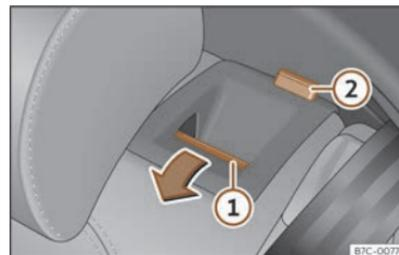

Fig. 68 Sedile posteriore: ribaltare lo schienale.
- Premere il tasto di sblocco >>> **fig. 68** ① in avanti e, contemporaneamente, ribaltare lo schienale. Lo schienale posteriore è sbloccato quando si vede la tacca rossa sul tasto ②.